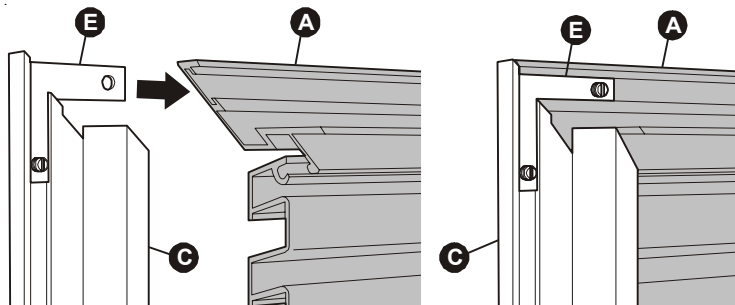

Figure 4
4. Joignez chaque garniture de côté (B et C) à la garniture supérieure (A). Assurez-vous que les extrémités de l'ensemble de la grille sont insérées dans les profils de chaque garniture de côté, puis maintenez-les en place à l'aide de ruban. Fixez soigneusement les supports (E) sur la garniture supérieure (A) en serrant les vis de réglage (F), juste assez pour éviter qu'elles s'enfoncent dans la surface de la garniture. Voyez la figure 4.